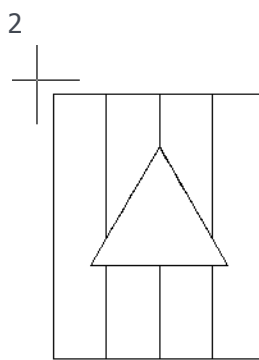

Рис.5.12
- f) на запрос первого угла видового экрана (Specify first corner of viewport) щёлкнуть точку слева над проекцией (рис.5.12);